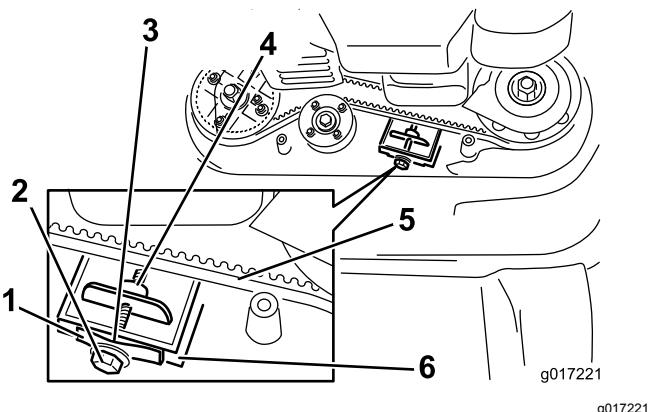

Figure 36
**Remarque:** Si un espace est visible entre la jauge et le ressort, serrez le boulon et l'écrou de réglage jusqu'à ce que le papier puisse à peine passer dans l'espace (Figure 36).